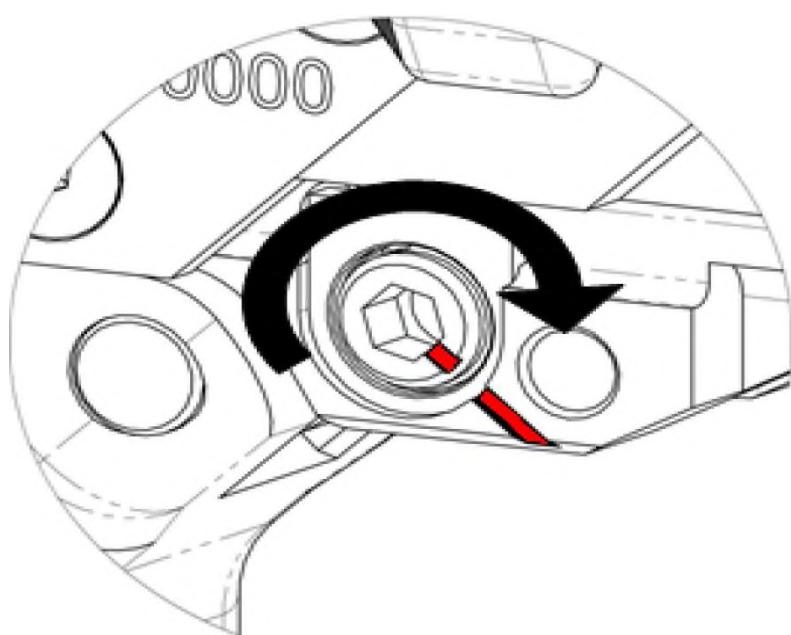

Рисунок 2.35 – Закручування болта ригелів кріплення ствола
- е) затягнути болт ригелів кріплення ствола до тих пір, поки позначка на болті не зрівняється з міткою на кріпленні ствола (рисунок 2.35);